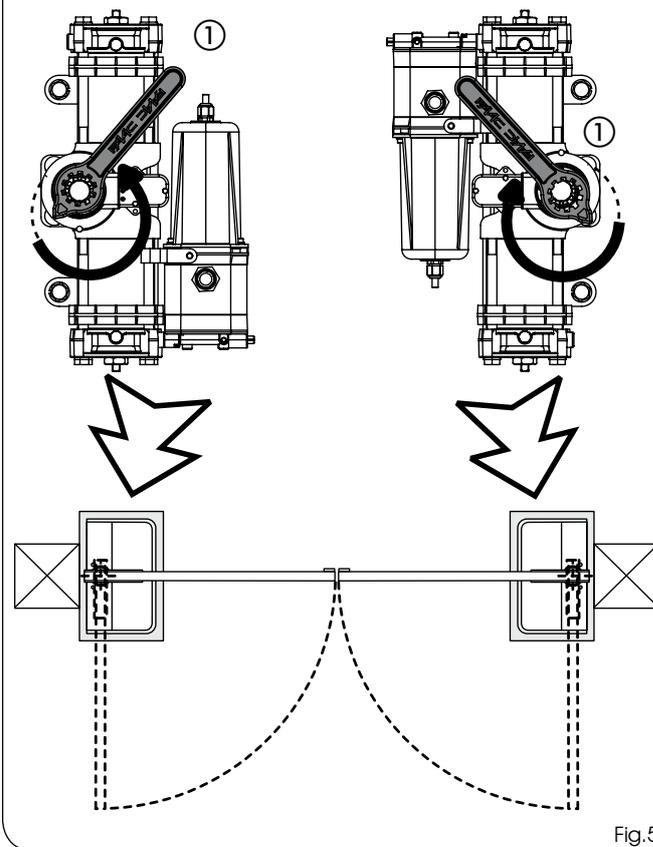

Fig.5
- 5) Tourner le pignon de l'opérateur avec la clé fournie (Fig.5 réf. ①), dans le sens de la fermeture du portail, d'après la figure 5, jusqu'à la butée interne du piston et retirer la clé.
- 6) **Sans actionner le pignon**, introduire dans l'opérateur la clé fournie d'après la figure 5, et vérifier que celle-ci indique le 0 (ZÉRO) sur le plastique de l'opérateur (Fig.15 réf. ①), éventuellement, tourner le pignon. **(IMPORTANT POUR L'ACCOUPLMENT CORRECT PIGNON-DÉVERROUILLAGE MÉCANIQUE EN PHASE DE MONTAGE).**